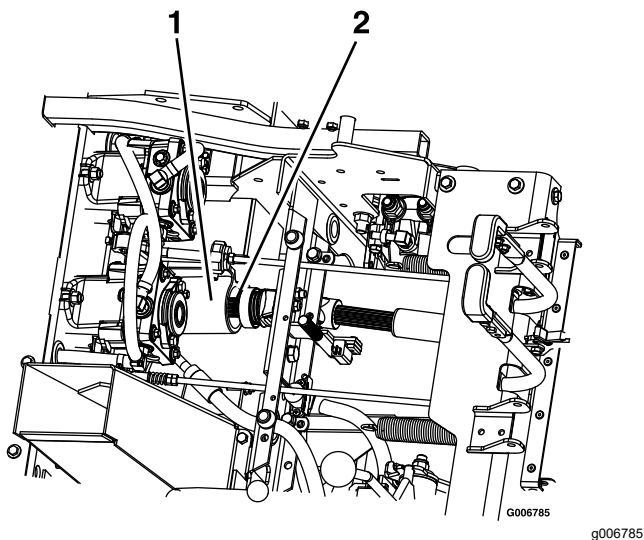

Figura 81
9. Deblocați scaunul i deconectați arborele de transmisie folosind cupla rapidă a arborelui intermediar (Figura 81). Consultați Deblocarea scaunului \(Pagină 19\)
5. Montați arborele de transmisie pe arborele intermediar (Figura 81).